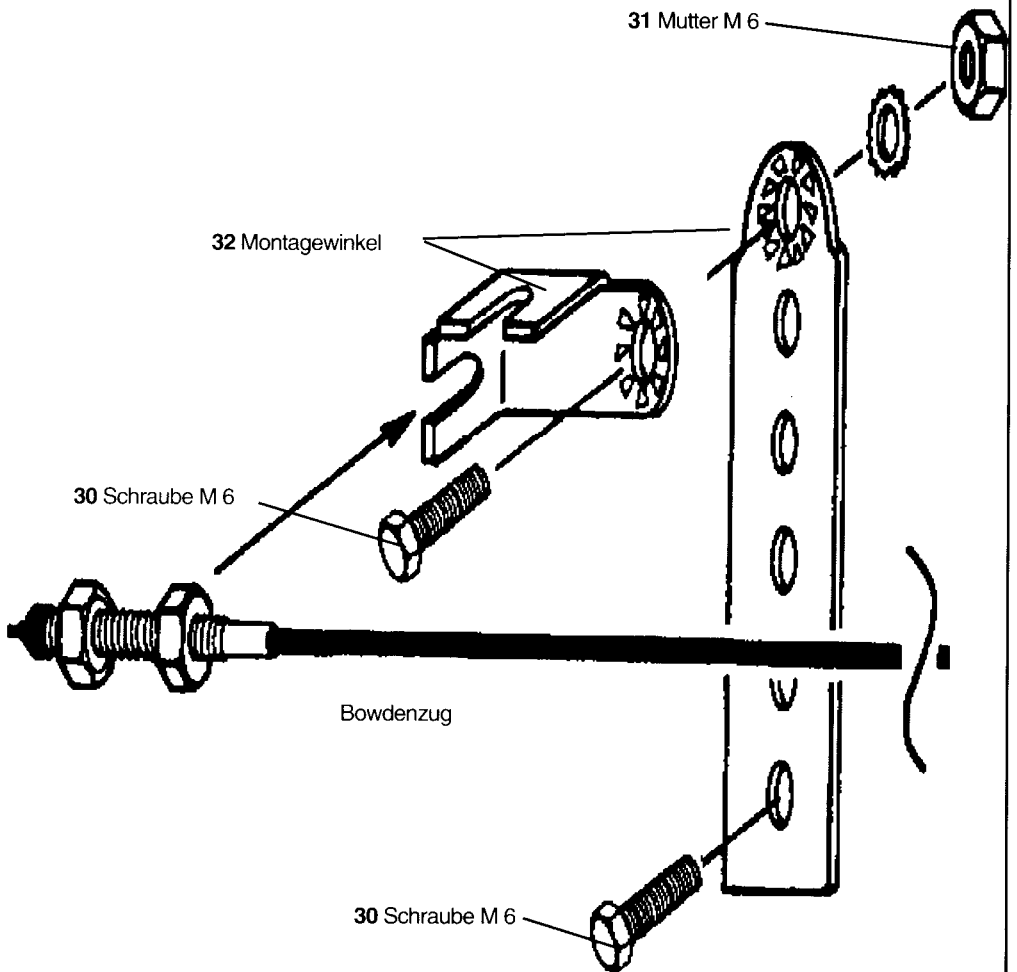

Abb. 7.6
4. Befestigen Sie den Bowdenzug am Motor, aber ziehen Sie den Bowdenzug noch nicht fest an (Abb. 7.6). Nun spannen Sie den Bowdenzug so, daß die Kugelkette leicht durchhängt. Vergewissern Sie sich, daß der Vergaser oder die Einspritzpumpe in Leerlaufstellung ist (bei warmem Motor). Wenn etwas Spiel in der Kugelkette vorhanden ist, fixieren Sie den Bowdenzug endgültig. Es ist möglich, daß Sie einige Kugeln von der Kette entfernen müssen. Die Kugelkette darf aber nicht kürzer als 20 mm sein.